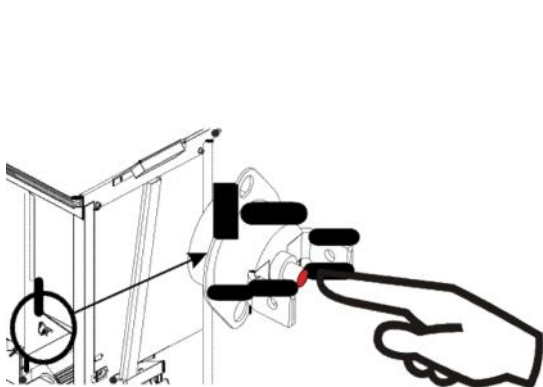
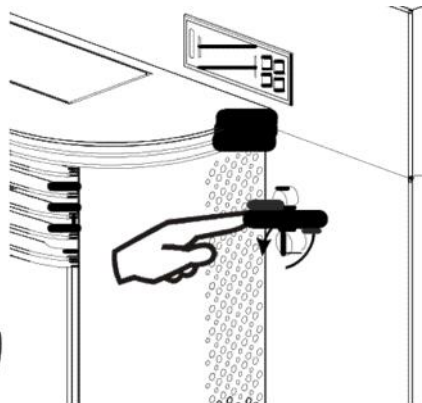

Рис. 28
Рис. 29
- 12.10.** Если двигатель не вращается и на дисплее отображаются импульсы, первое, что необходимо сделать, это отключить печь и посмотреть, если термостат безопасности активирован. Отключить печь и проверить, если защитный термостат, который находится внутри печи, для Экоаире (Рис. 28), доступный при открытии правой боковой двери, для чего удалить оба винта, которые крепят его. Для активации необходимо нажать на кнопку, если термостат активируется, то будет "щелчок". В моделях Эко I и Эко II (Рис. 29), он находится спереди, под клавиатурой. Необходимо повернуть защитный колпачок.